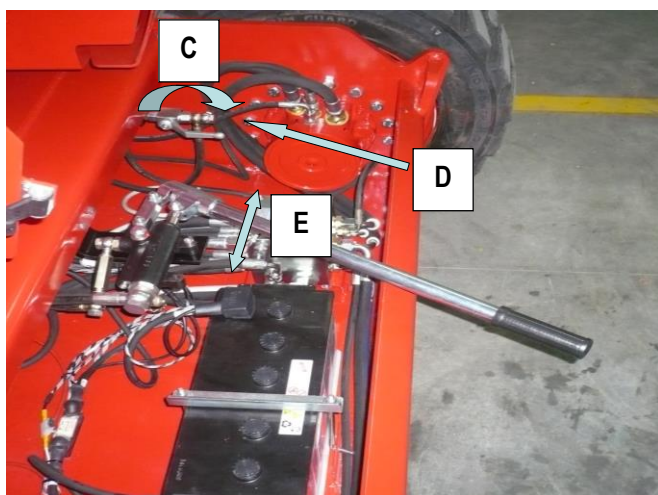

Fig. 18b
- 6) Tourner le levier du clapet de déclenchement du circuit de remorquage d'urgence en sans horaire (fig.18b lettre "C").
- 7) Agir sur le levier de commande, en pompant, jusqu'à ce que le mouvement se durcisse (fig.18b lettre "E").
- 10) Après le remorquage, retirer le levier et le remettre dans son logement, ramener le levier du clapet de déclenchement du circuit de remorquage d'urgence en position horizontale (position de départ) en le tournant en sans antihoraire (fig.18b lettre "D").